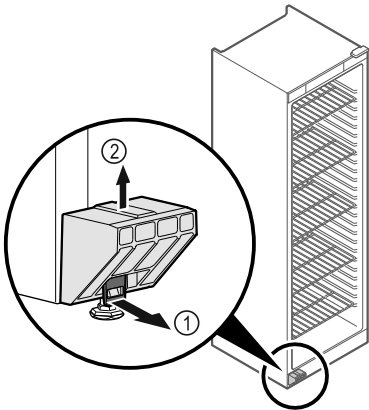

Fig. 1
- Tërhiqni për nga përpara gjuhëzën Fig. 1 (1).
- Hiqni nga lart siguroresen e transportit Fig. 1 (2).